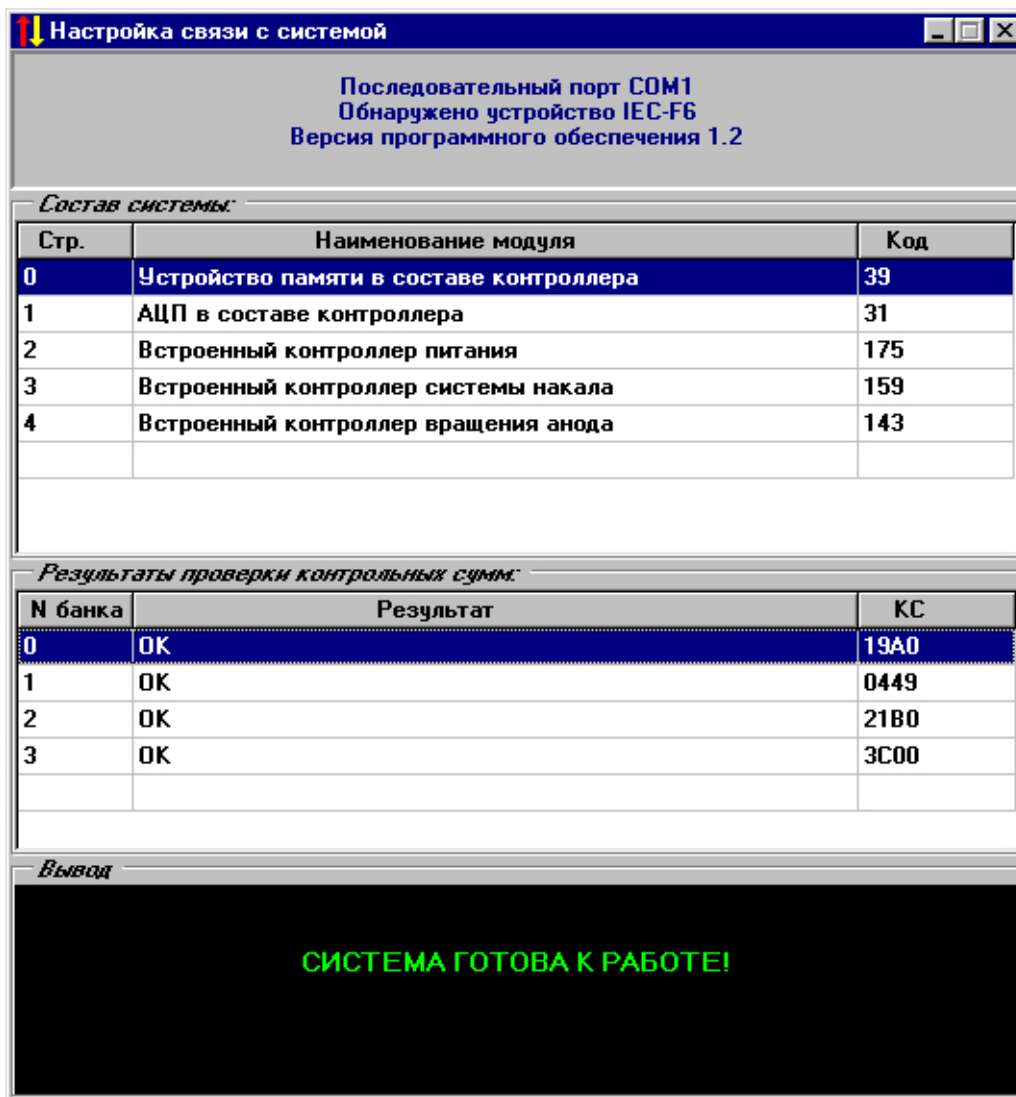

Рис. 2 Внешний вид окна «Настройка связи с системой»
3.7 В левой части экрана открывается окно «Настройка связи с системой», внешний вид которого приведен на рис. 2.